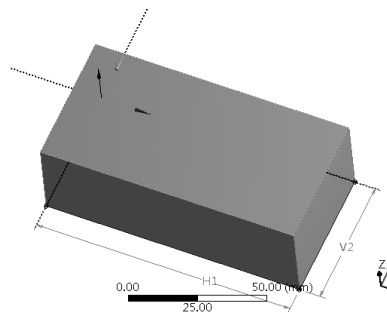

图 3-81 选择平面
Step10：单击工具栏中的 按钮，在绘图区域选择最上端的平面，如图 3-81 所示，此时被选中的平面被加亮。